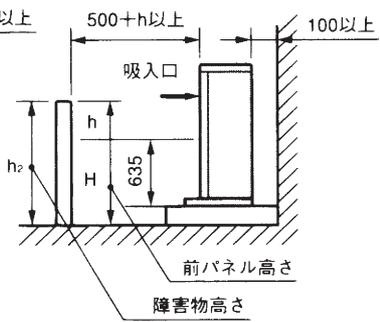

図3 前面スペース (単位: mm)
②障害物の高さ( $h_2$ )がユニット前パネル高さ( $H$ )以上の場合は、図3に従ってユニット前パネル高さ(と障害物高さとの差分)の寸法( $h=h_2-H$ )に500mmを加算した値以上の前面スペース寸法を確保してください。